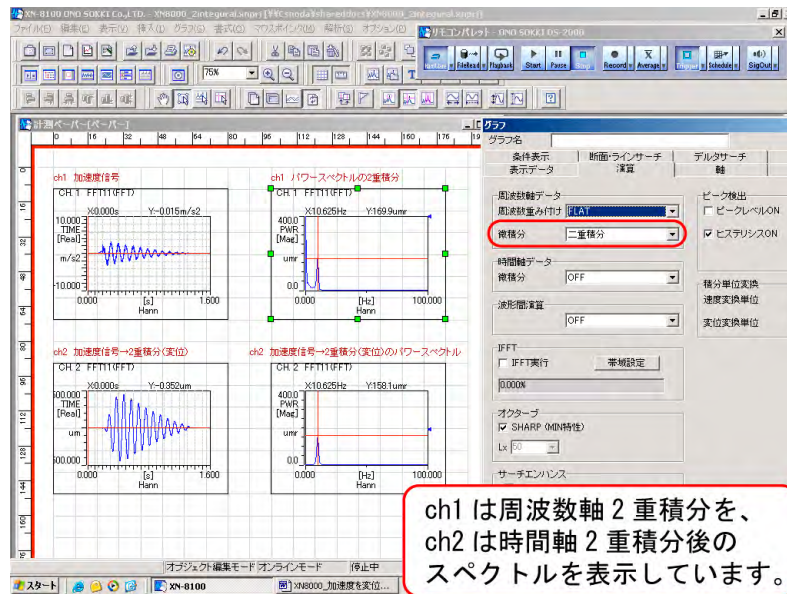

図 8
6. ch1 のパワースペクトルを周波数軸 2 重積分し変位として測定した場合と、ch2 をデジタル前処理 2 重積分後にパワースペクトルを測定した場合を参考として図 8 に示します。